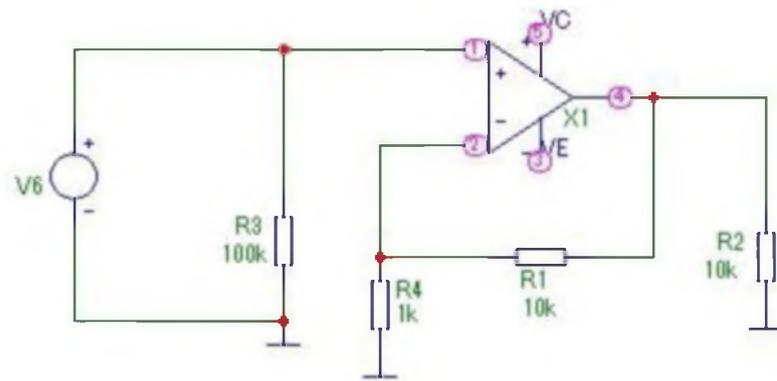

Рис.4
-рис.4;
9. При исследовании схемы, изображенной на рис.4, возможны следующие результаты моделирования: